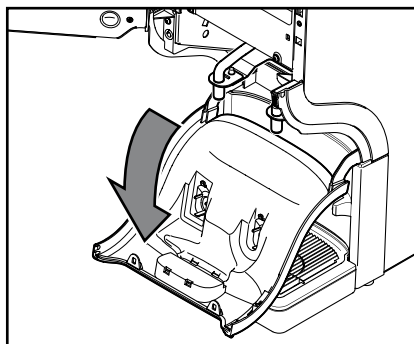

Bild 43
- c. Fäll ner utloppsskydden (bild 43).